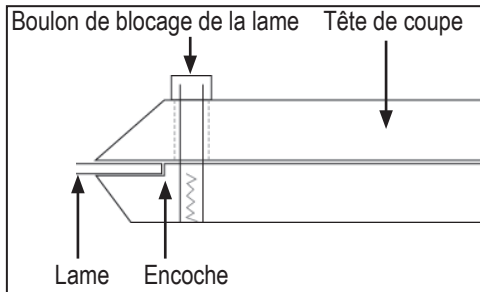

FIG. 7
2. Insérer une lame dans la tête de coupe jusqu'au cran arrière (Figure 7) ; serrer fermement.